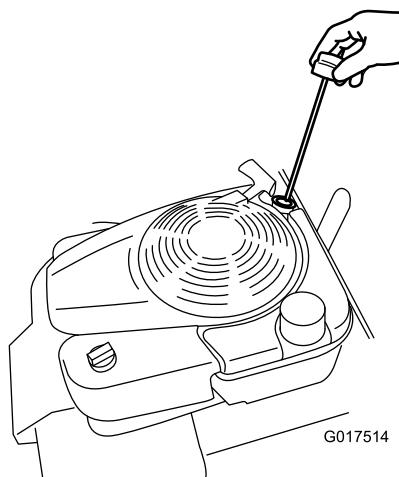

Рисунок 32
8. Извлеките щуп (Рисунок 32) и заполните маслом примерно 3/4 емкости картера через маслозаливную горловину.